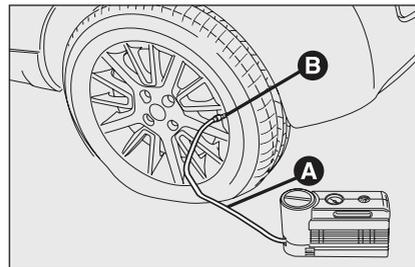

Рис. 9
- ☐ Зведіть важіль стоянкового гальма. Зніміть ковпачок з вентиля шини, приєднайте гнучку трубку **A** (рис. 9) до вентиля і зафіксуйте на ньому наконечник трубки **B**.